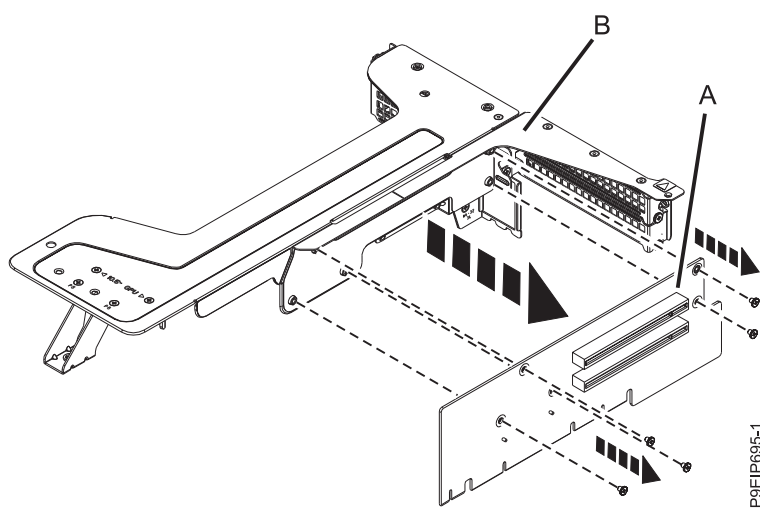

Figure 47. Retrait de la carte mezzanine de la position 1
- i. Si la carte mezzanine en position 1 a besoin d'être remplacée, retirez-la du support du connecteur de bus. Retirez les cinq vis qui servent à fixer la carte mezzanine **(A)** au support du connecteur de bus **(B)**, comme indiqué dans la figure 47.